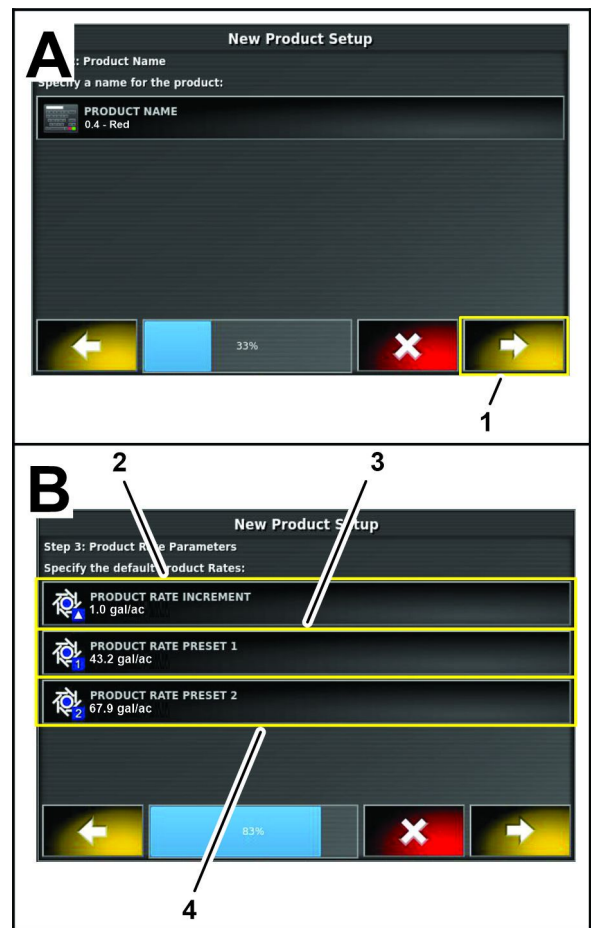

图 119
8. 在新产品设置对话框中的第 2 步按下下一步图标图 119。
9. 在新产品设置对话框中的第 3 步按产品喷洒率增量图标图 119。
11. 在新产品设置对话框中的第 3 步按产品喷洒率预设 1 图标图 119。
13. 在新产品设置对话框中的第 3 步按产品喷洒率预设 2 图标图 119。